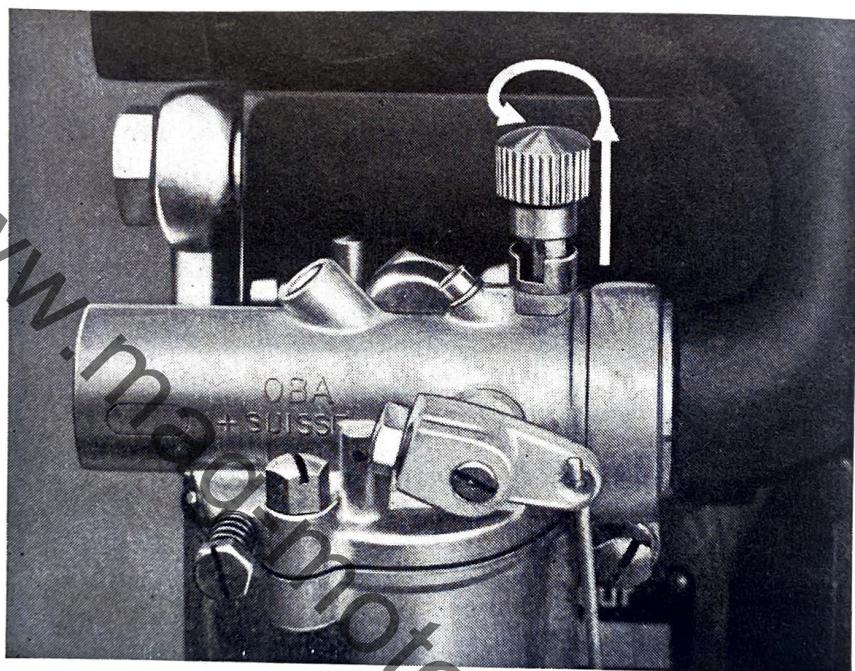

Fig. 3 Starter
- C) Starter am Vergaser öffnen ; randrierte Schraube mit Stift aus der Einkerbung hochziehen. (Siehe Bild 3.)